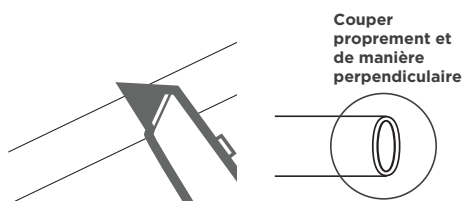

Figure 2
3. Si le tube est trop long, coupez-le à une longueur appropriée à l'aide d'un couteau utilitaire bien aiguisé ou d'une paire de ciseaux. Coupez le tube de manière perpendiculaire et propre (Fig. 2). Assurez-vous que le tube est complètement inséré.